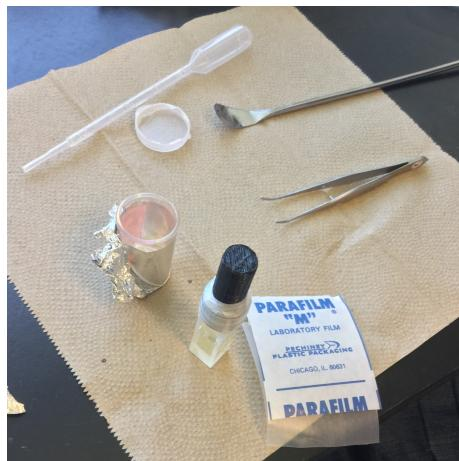

Figure 25 – Préparation de la cuvette
8. Mettre le bouchon et sceller avec de la parafilm (voir figure 25).